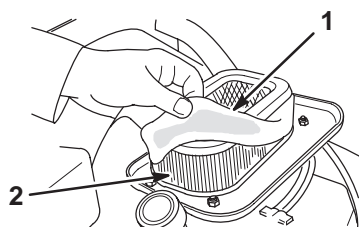

Bild 27
5. Entfernen Sie die Einsätze und trennen den Schaumeinsatz vom Papiereinsatz ab (Bild 27).
1. Schieben Sie das Schaumelement vorsichtig auf den Papiereinsatz (Bild 27).